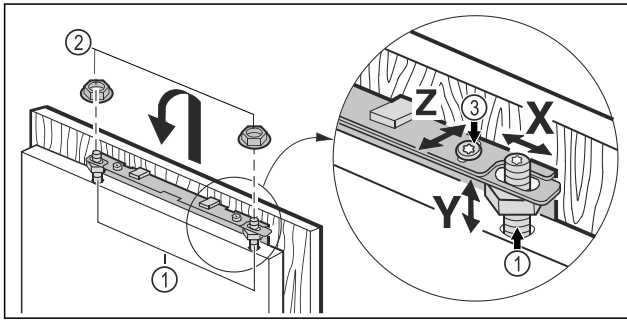

Fig. 21
- Möbeltür auf die Justagebolzen Fig. 21 (1) einhängen und Kontermuttern Fig. 21 (2) locker auf die Justagebolzen schrauben.
- Möbeltür in der Höhe Y und in der seitlichen Neigung ausrichten: Justagebolzen Fig. 21 (1) mit einem Schraubendreher einstellen.
- Kontermuttern Fig. 21 (3) anziehen.